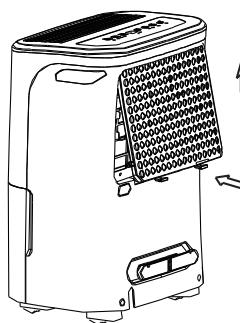

Fig. 10
- Plaats de luchtfILTER in het apparaat van onder naar boven. Zie Fig. 10.